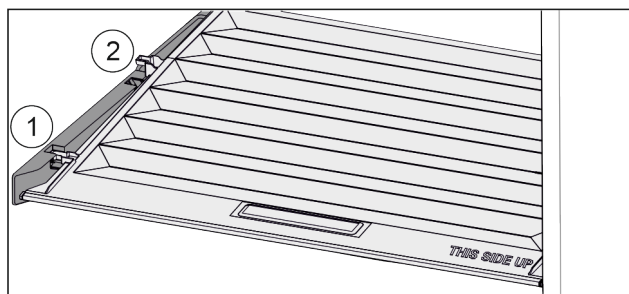

Fig. 48
- ▶ Dra locket framåt Fig. 48 (1) till öppningen i fästdelarna.
- ▶ Lyft det baktill underifrån och ta ut Fig. 48 (2) det uppåt.